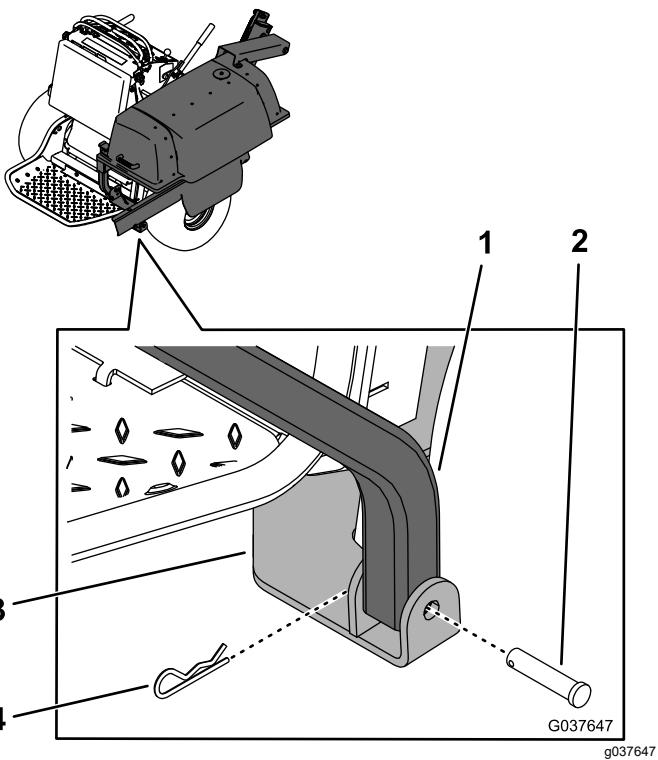

Figura 13
1. Con la ayuda de otra persona, eleve el bastidor del ensacador y sujetelo al lado inferior trasero del bastidor al soporte de montaje inferior usando un pasador y una chaveta (Figura 13)